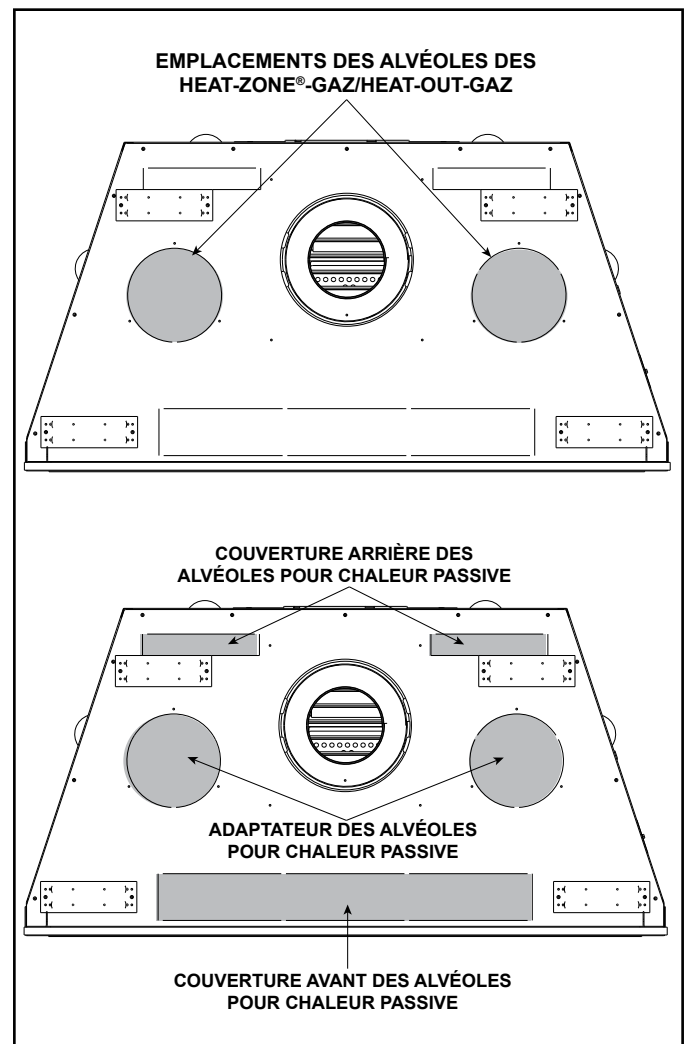

Figure 6.4 Emplacements des alvéoles défonçables de la gestion de la chaleur
- Localisez les deux alvéoles défonçables de gestion de la chaleur sur le dessus de l'appareil. Retirez l'alvéole défonçable du foyer et jetez-la. Voir la figure 6.4. On peut installer un ou deux systèmes de gestion de la chaleur. Retirez les alvéoles défonçables de l'appareil à l'aide de cisailles de ferblantier.
La chaleur passive peut être utilisée avec le HEAT-OUT-GAZ ou un HEAT-ZONE®-GAZ. Les alvéoles défonçables correspondantes, comme illustré à la Figure 6.4, doivent uniquement être utilisées comme il est indiqué.